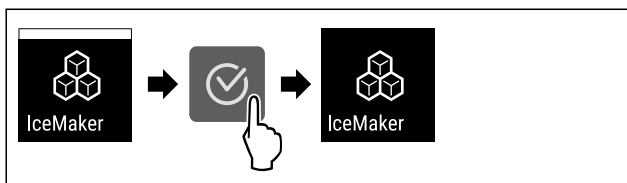

Fig. 18
- ▶ Provedte akční kroky (viz Fig. 18) .